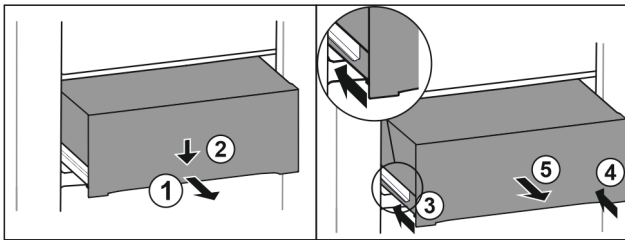

Fig. 119
- ▶ Витягніть ящик на половину. Fig. 119 (1)
- ▶ Спрямуйте висувний ящик вниз спереду. Fig. 119 (2)
- ▶ Вставте ліву рейку приблизно на 2 см. Fig. 119 (3)
- ▶ Вставте праву рейку приблизно на 2 см. Fig. 119 (4)
- ▶ Вийняти висувний ящик рухом вперед. Fig. 119 (5)